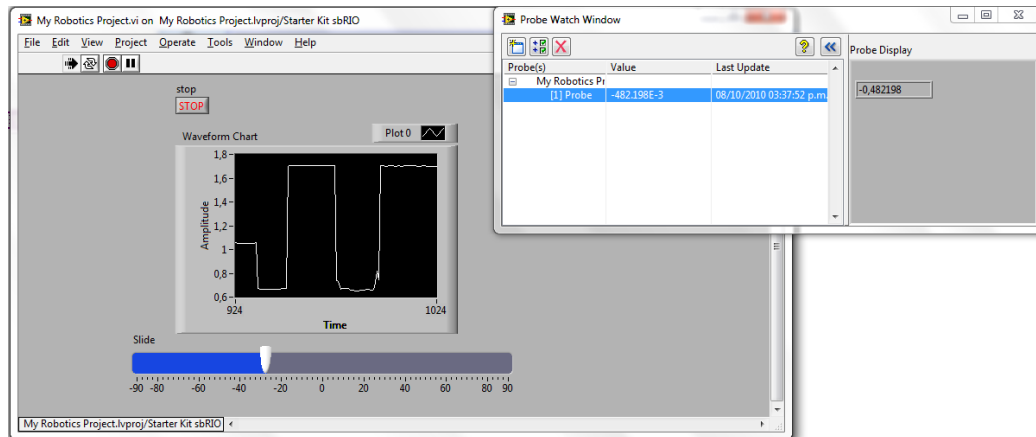

Fig. 39 Proyecto en ejecución.
- Haga click sobre Run  , oprima Highlight Execution  para ver el flujo de los datos, también utilice Retain Wire Values  para monitorear errores y seguir valores. Varié la posición del Slide y observara que la cabeza del robot se moverá y la señal obtenida del sensor variara (Fig. 39).